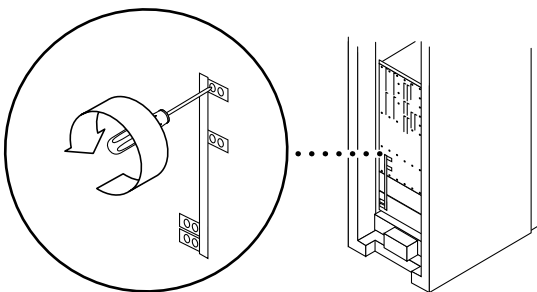

図 12-17 バスバーの取り外し — Sun Fire 4810 システム
9. バスバーをバックプレーンに固定している 8 本のねじを取り外します (図 12-17)。
2. 8 本のねじを元の位置に取り付け、バスバーをセンタープレーンに固定します (図 12-17)。